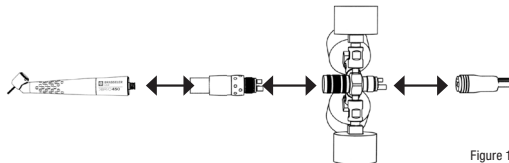

Figure 1
1. Insérez le manomètre multi-jauge de test entre la pièce à main / le coupleur et le tube du système d'alimentation. (Figure 1)